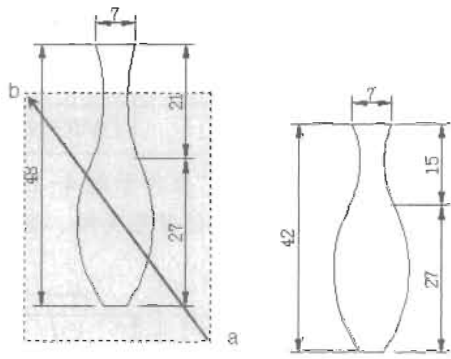

图 4-145
(3) 按空格键继续执行 Stretch 命令,将 b 段圆弧缩短 6 个单位,如图 4-145 所示,命令执行过程如下。